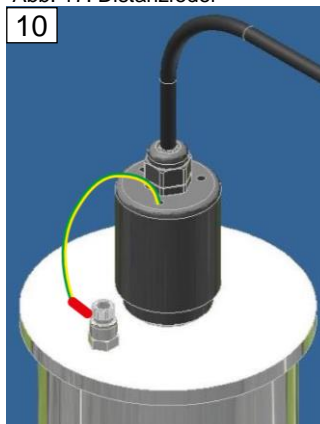

Abb. 21: Schutzleiter
- Den Schutzleiter (Abb. 21) am dafür vorgesehenen und gekennzeichneten Erdanschluss der Bestrahlungskammer ordnungsgemäß anschließen.